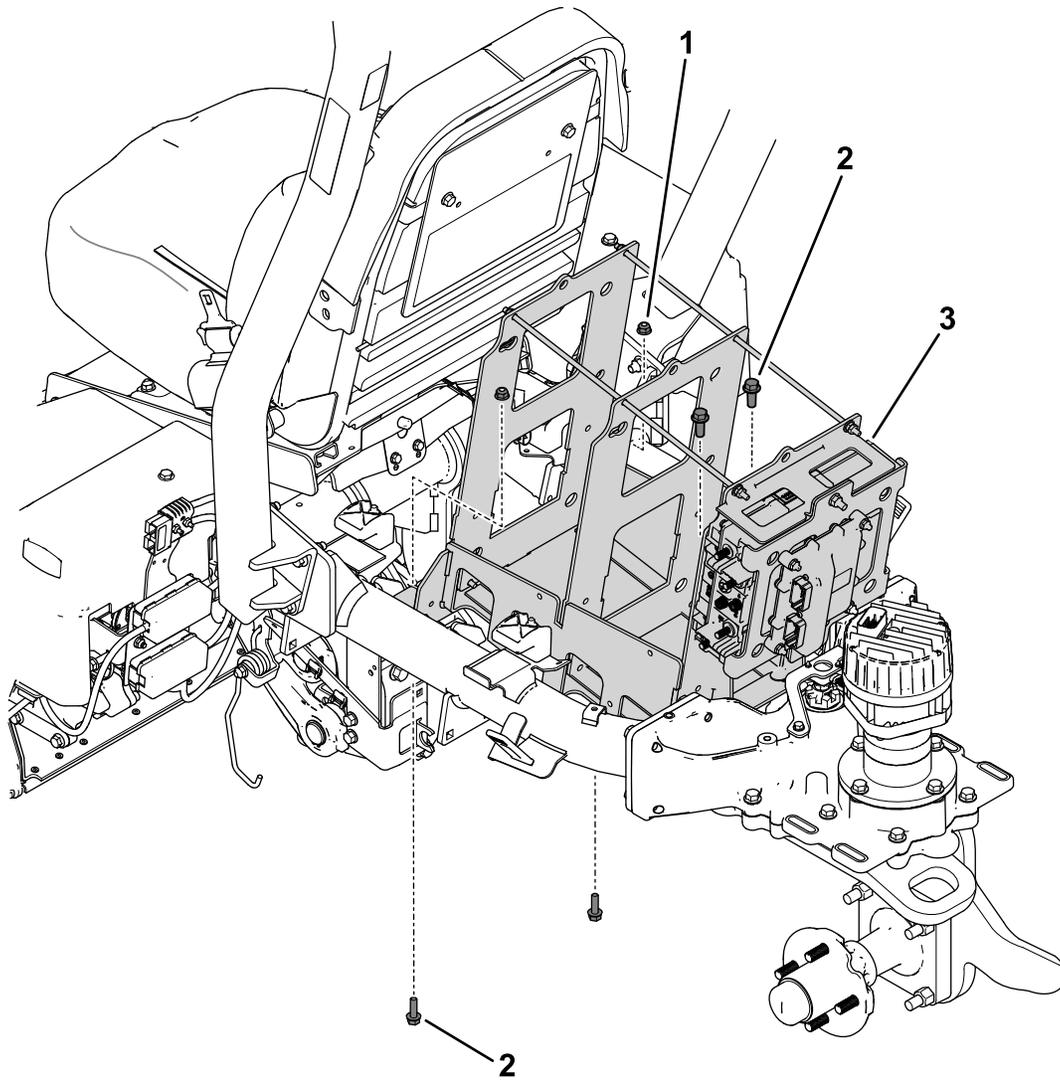

Bild 5
4. Entfernen Sie die Befestigungsteile, mit denen die obere Akkualterung am Maschinenrahmen befestigt ist (Bild 5).